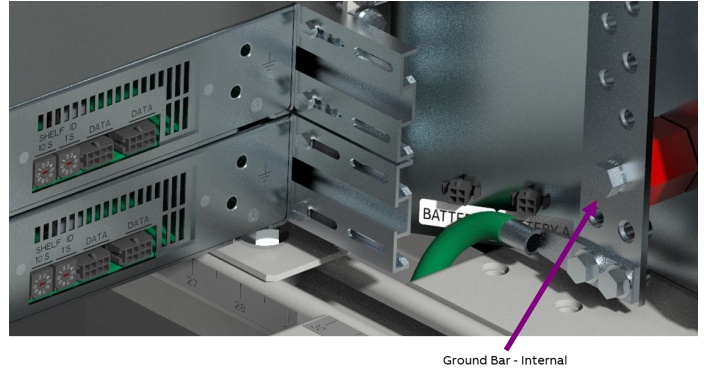

Figure 11 Internal ground bar
- The enclosure is designed with the DC+ Connected to internal Ground Bar as shown in figure 11.
**Attention:** Confirm connection (Figure 11), Return (+48V) to Frame Ground by either connecting a minimum 6 AWG cable w/ 2-hole lug (1/4-20 hole, .625" spacing) or use the Rtn-to-Frame Gnd strap that ships loose with the enclosure.
**Attention:** Confirmez la connexion (Figure 11), retournez (+48V) à la masse du cadre en connectant un câble de 6 AWG minimum avec une cosse à 2 trous (1/4-20 trous, espacement de 0,625") ou utilisez la courroie Rtn-à-masse du cadre qui est livrée détachée avec le boîtier.